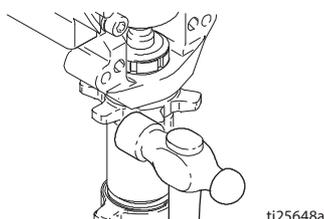

Fig. 17
6. Fig. 17. Desserrez l'écrou en tapant avec un marteau de 20 oz (maximum). Dévissez la pompe.